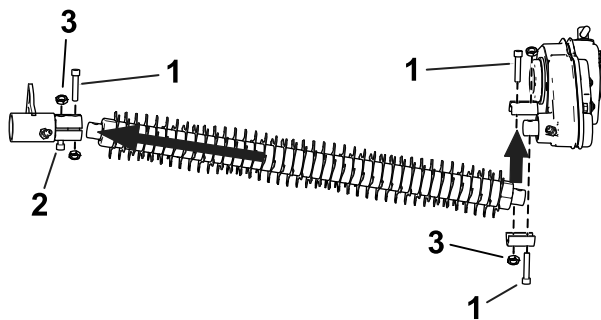
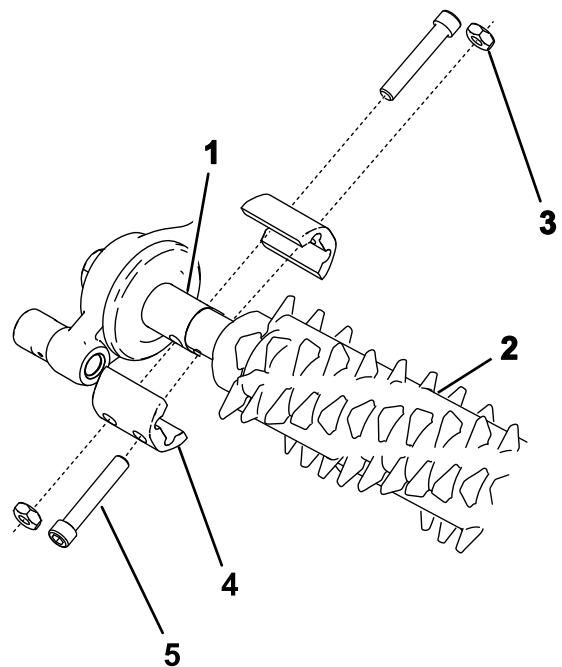

Figure 22
Figure 23
- Montez, sans serrer, les 2 moitiés du collier d'arbre de groomer sur l'arbre d'entraînement sur le côté droit de la machine (Figure 22 et Figure 23).
- Glissez l'arbre du cylindre groomer dans le collier sur le côté droit et rabattez-le vers le haut jusqu'à l'arbre d'entraînement sur la gauche (Figure 22).
- Fixez le cylindre groomer avec les colliers et les écrous, comme montré à la Figure 22 et la Figure 23, en serrant les vis à tête creuse à un couple de 9,6 à 10,5 N·m.
1. Retirez les boulons, les écrous et les colliers d'arbre d'un côté du cylindre groomer (Figure 23).